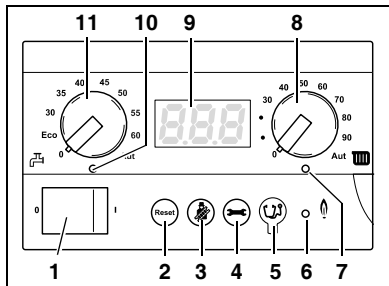

Fig. 5 Basiscontroller BC10
Med "skorstensfejer"-tasten (fig. 5, **pos. 3**) kan gaskedlen omstilles til manuel drift, hvis f.eks. reguleringen til varmeanlægget (f.eks. rumbetjeningsenheden) er defekt.
- Begræns den maksimale kedeltemperatur med drejknappen "maksimal kedeltemperatur" (fig. 5, **pos. 8**) til den tilladte fremløbstemperatur for gulvvarmekredsen (for det meste maksimalt 40 °C).